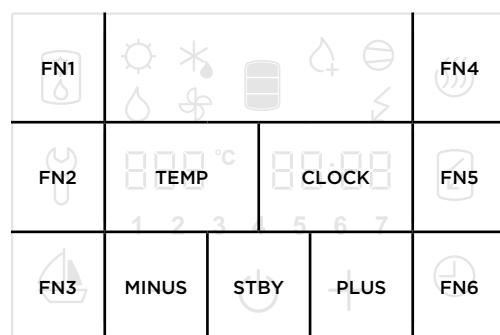

Bild 14: Felder auf dem Bildschirm
- Drücken und halten Sie Feld **4** am Bildschirm (**Bild 14**), um die Servicerégime-Funktion einzuschalten.
- Wenn Sie auf die rechte Nummer drücken (das Feld **CLOCK** auf dem **Bild 14**), kommen Sie zum nächsten Parameter.